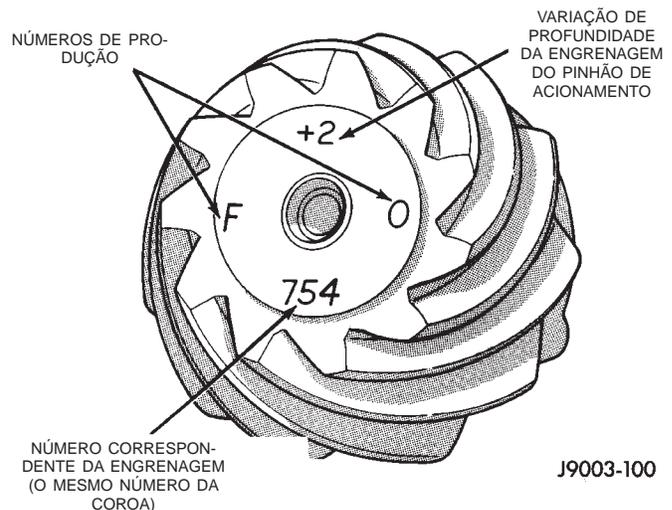

Fig. 73 Números de Identificação da Engrenagem do Pinhão
A coroa e o pinhão são fornecidos somente como conjuntos correspondentes. Os números de identificação da coroa e do pinhão são marcados na superfície de cada engrenagem (Fig. 73). Um número positivo (+), negativo (-) ou zero (0) esta gravado na face da engrenagem do pinhão. Esse número é a quantidade (em milésimos de uma polegada) que a profundidade varia do ajuste de profundidade padrão de um pinhão gravado com um (0). A profundidade padrão fornece o melhor padrão de contato de dente. Consulte "Parágrafo de Análise de Folga entre Dentes e de Padrão de Contato" nessa seção, para obter informações adicionais.
(25) Selecione um calço igual ao calço selecionado acima, além do número de variação de profundidade da engrenagem do pinhão marcado na superfície da engrenagem do pinhão (Fig. 73) utilizando o sinal oposto do número de variação. Por exemplo, se a variação de profundidade for -2, adicione +0,002 pol. na leitura do indicador de mostrador.